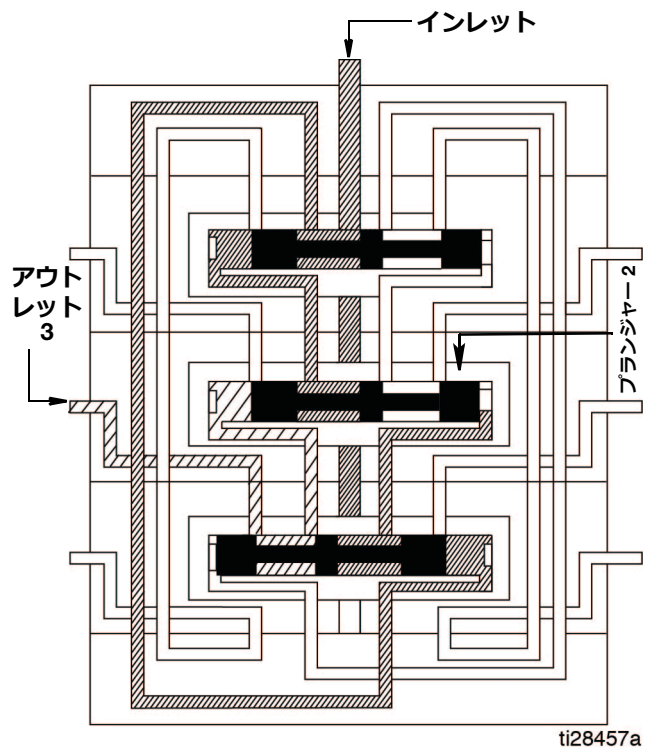

図 14
2. プランジャー 2 が開き、アウトレット 3 に送られます (図 14)。